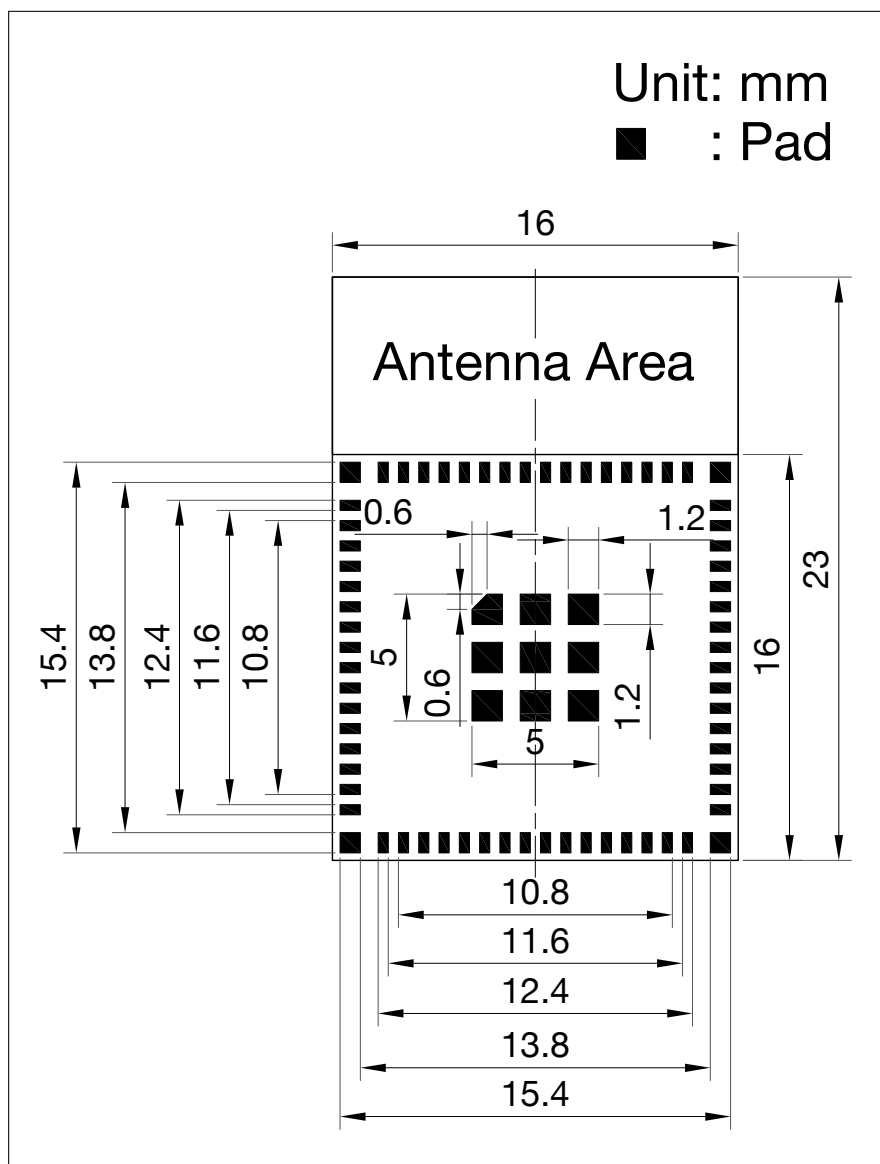

图 6: PCB 封装图形
- 推荐 PCB 封装图，标有 PCB 设计所需的全部尺寸。详见图 6 *PCB 封装图形*。
- 推荐 PCB 封装图的源文件，用于测量图 6 中未标注的尺寸。您可用 Autodesk Viewer 查看 ESP32-PICO-V3-ZERO 的封装图源文件。